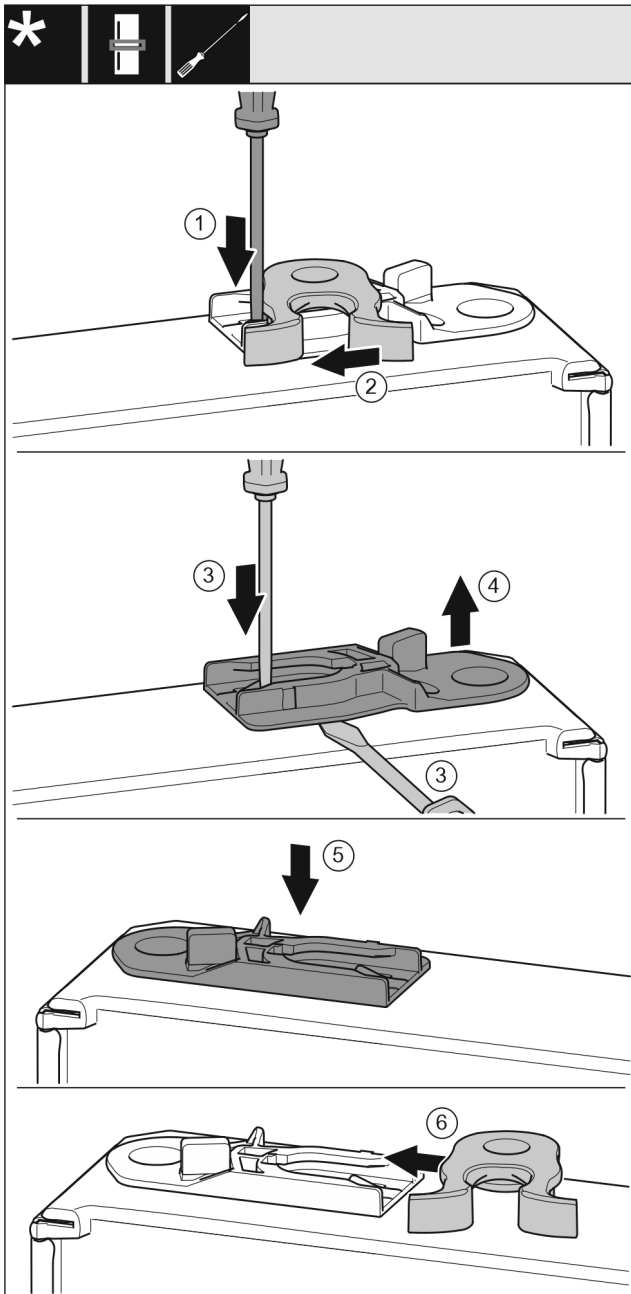

Fig. 52 *
- ▶ Plochým skrutkovačom zatlačte sponu Fig. 52 (1) nadol.*
- ▶ Vytiahnite zatvárací hák Fig. 52 (2) z vedenia.*
- ▶ Vytiahnite vodiace puzdro Fig. 52 (3, 4): Plochým skrutkovačom zatlačte sponu a súčasne plochý skrutkovač zasuňte pod vodiace puzdro.*
- ▶ Vodiace puzdro Fig. 52 (5), ktoré je súčasťou dodávky, zasuňte na druhú stranu telesa.*
- ▶ Zasuňte zatvárací hák Fig. 52 (6) do vedenia.*